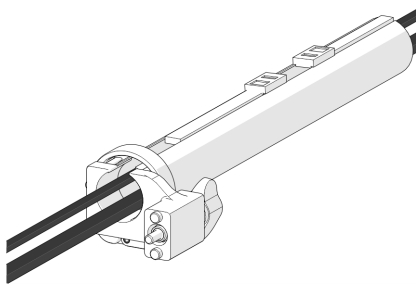

Abbildung 2-120 Reißverschluss am anderen Ende
3. Sobald das Kabel über die gesamte Länge des Schlauchs eingelegt ist, schließen Sie mit dem Reißverschluss vom gegenüberliegenden Ende den Schlauch einer beliebigen Stelle in der Mitte (siehe Abbildung 2-120 auf Seite 125).